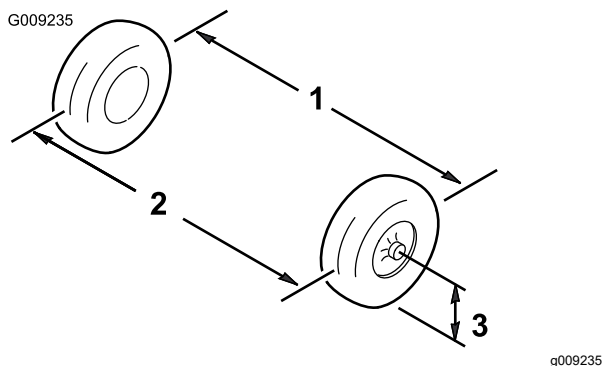

图 54
2. 以轮轴的高度为标准、分别测出两个前轮的轮前距离和轮后距离 (图 54)。